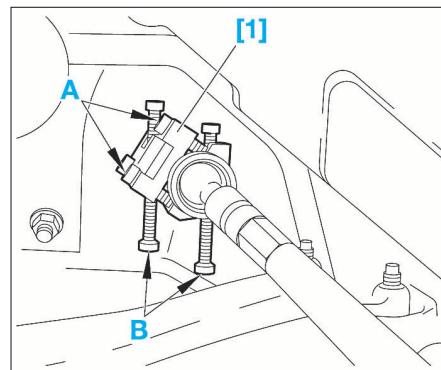

FIG. 10
- Positionner l'outil [1] sur la crémaillère, du côté gauche, afin que ses appuis rotulés prennent appui sur le berceau (Fig.10).